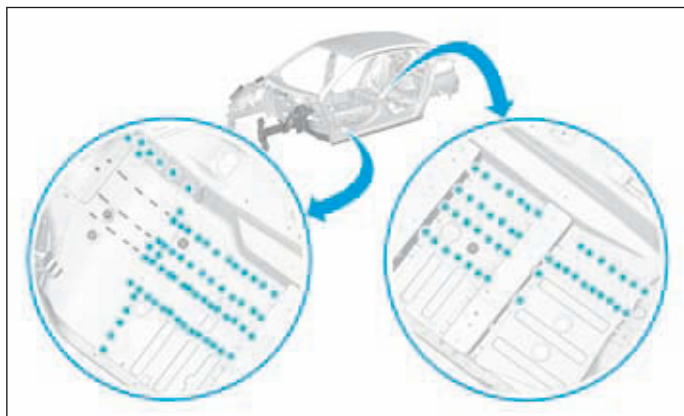

FIG.13
- Dépointer les points de soudure (Fig.13).